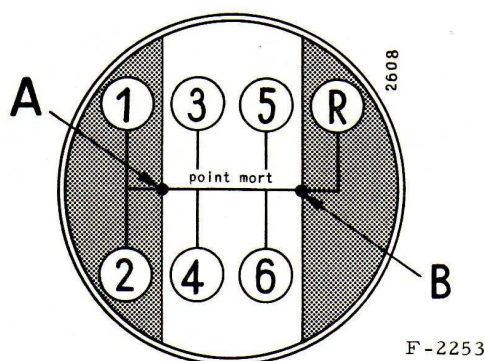

Fig. 11.- Schéma des vitesses (gamme 6 vitesses)
Amenez le levier du changement de vitesse (17) au point mort, voir diagramme des vitesses fig. 11.
Les divers rapports de la boîte de vitesses sont choisis d'après le diagramme de la boule du levier des vitesses, fig. 11.
Le "point mort" du levier est situé sur la ligne AB (fig. 11).